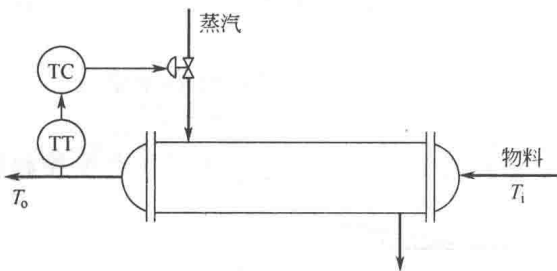

图 1-16 蒸汽加热器温度控制系统
8. 图 1-16 是蒸汽加热器温度控制系统示意, 试解答下列问题。